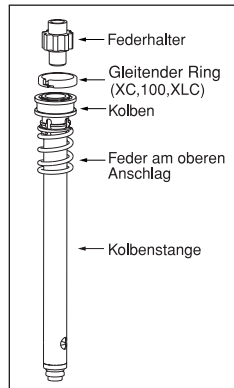

Fig. 9
12. Entfernen Sie die Baugruppen der Dämpfer aus den oberen Rohren, wobei Sie eine Innensprengring-Zange mit einer kleinen Spitze verwenden. Achten Sie auf die Ausrichtung der Bauteile. Der rechte Dämpfer-Stab besteht aus dem Kolben-Stab, dem Gleit-Ring, dem Federhalter für den oberen Anschlag, dem Federhalter und dem Kolben. Das linke Gabelbein besteht aus einem Kolben-Stab, der Feder für den oberen Anschlag, dem Feder-Halter und dem Kolben (s. Abb. 9 und 10).
1. Montieren Sie ein neues Dämpfer-Kit in den oberen Rohren. Achten Sie darauf, daß alle Bauteile sauber sind und in der richtigen Reihenfolge eingebaut werden (s. S. 50, Abb. 9 und 10).